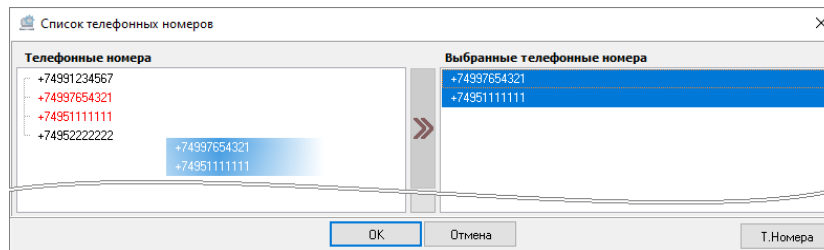

Рисунок 6-179 Отмена привязки телефонного номера к абоненту перетаскиванием
- в окне «Список телефонных номеров» в поле «Выбранные телефонные номера» выделите один или несколько телефонных номеров (для выделения сразу нескольких номеров нажмите и удерживайте на клавиатуре клавишу <Shift> для выбора диапазона или клавишу <Ctrl> для комбинированного выбора) и, удерживая нажатой левую клавишу мыши, перетащите выделенные телефонные номера в поле «Телефонные номера» (см. Рисунок 6-179).